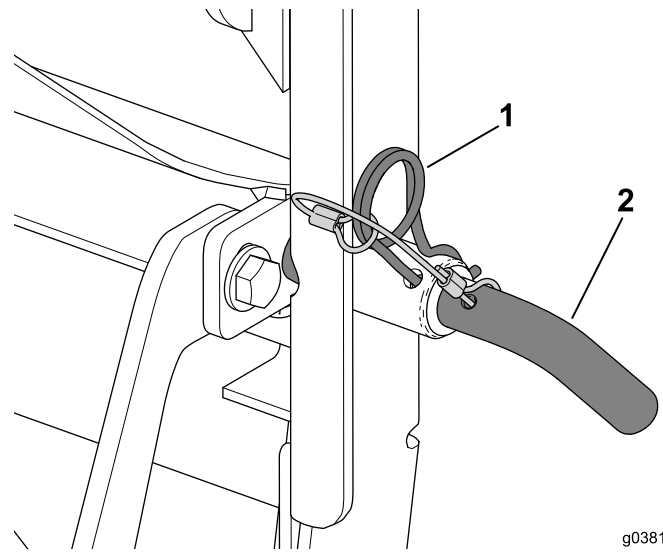

Figura 18
3. Utilice la chaveta para sujetar el pasador de bloqueo (Figura 18).
2. Introduzca el pasador de bloqueo a través del soporte del ensacador y el travesaño (Figura 18).